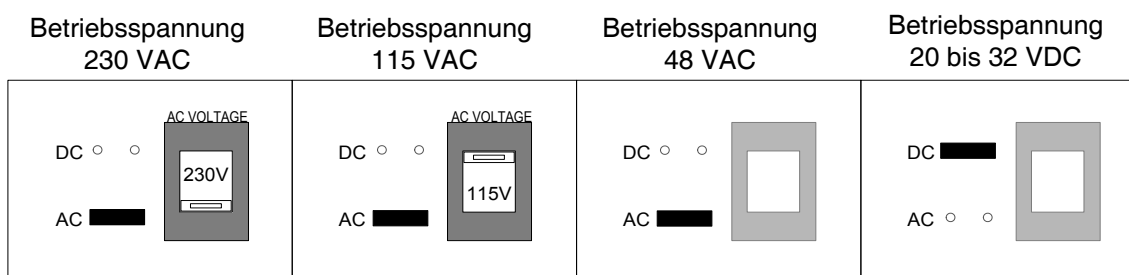

Bild 2–5 Reiter- und Umschalterkonfiguration
2. Im 'AC'-Modus muss der Umschalter wie folgt eingestellt werden (siehe *Bild 2–5*) :